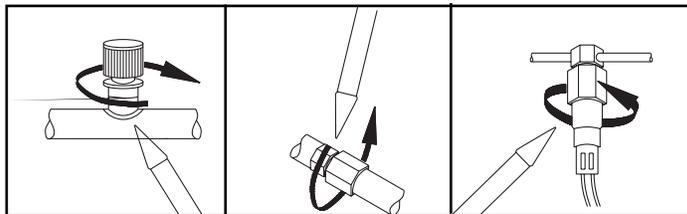

FIG 6
5. Per ogni area che viene controllata, la sonda dovrebbe esse spostata attorno alla zona a una velocità che non superi 25-50mm/secondo e ad una distanza della superficie che non supera 6,35 mm. Un movimento della sonda più lento e più vicino migliora molto la possibilità di trovare una perdita (vedi fig. 6).